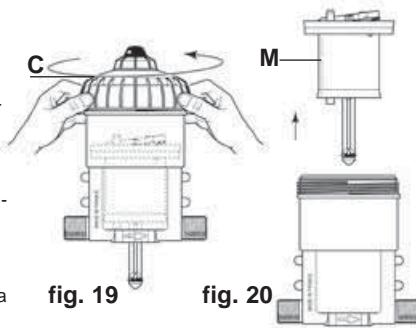

fig. 19
- Desenroscar a campânia à mão (Fig. 19-C) e retirá-la.